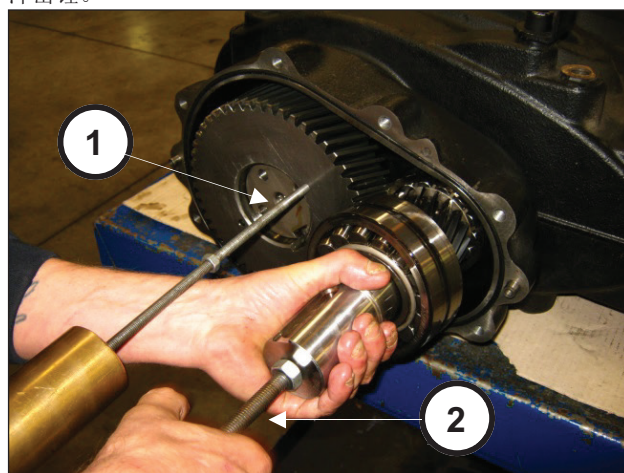

图 12
为了可以拆卸链轮+冠齿轮组件，必须在冠齿轮的2个M8孔（位置①，图 12）和链轮的M12孔（位置②，图12）上安装冲击锤。